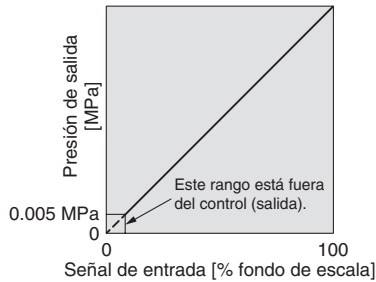

Fig. 1 Gráfico de características de entrada/salida
- *1 Consulta la Fig. 1 para ver la relación entre la presión de regulación y la entrada. Dado que la presión de regulación máx. difiere para cada indicación de presión, consulta la pág. 58.